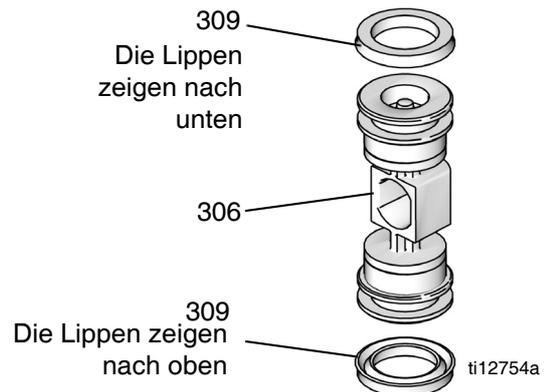

ABB. 6: Installation der Luftventil-U-Dichtungen
1. Die Sperrnocke (307) schmieren und im Gehäuse anbringen.
2. Siehe ABB. 6. Die U-Dichtungen (309) schmieren und so am Kolben (306) anbringen, dass die Lippen zur Kolbenmitte zeigen.